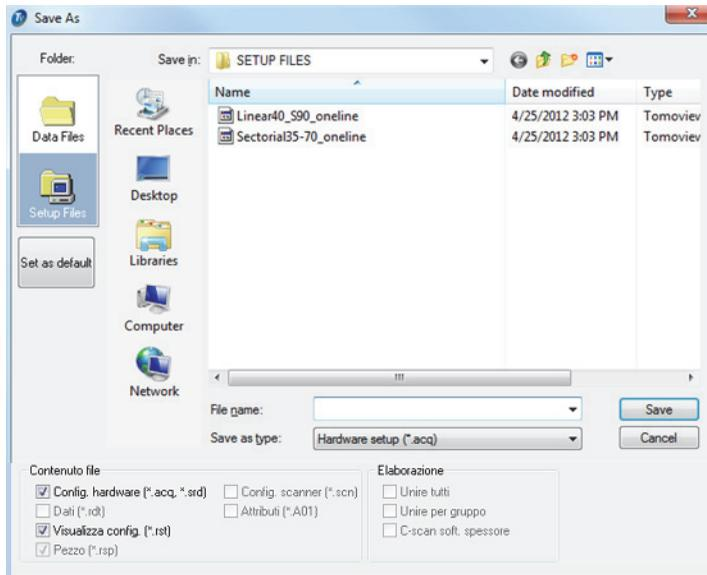

Figura 4-38 La finestra di dialogo Salva c. nome
2. Nella finestra di dialogo **Salva c. nome** che viene visualizzata (vedi Figura 4-38 a pagina 139) procedere come segue: